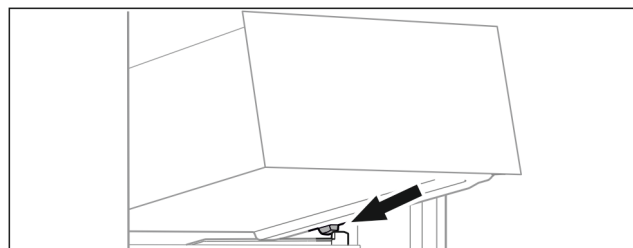

Fig. 74
- ▶ Nasaďte zásuvku šikmo za zářezky na žebrování na nádoby. (viz Fig. 74)